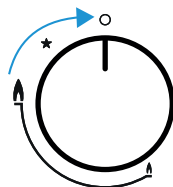

Fig. 2
5. Para desligar, gire o botão em sentido horário (direita) até a posição fechado (Fig. 2).